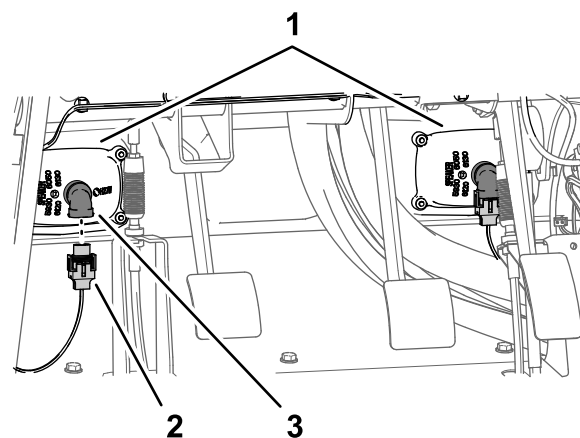

Figura 214
3. Collegate i 2 connettori elettrici (a 2 prese) del cablaggio preassemblato della macchina ai connettori a 2 pin dei fari di sinistra e destra (Figura 214).